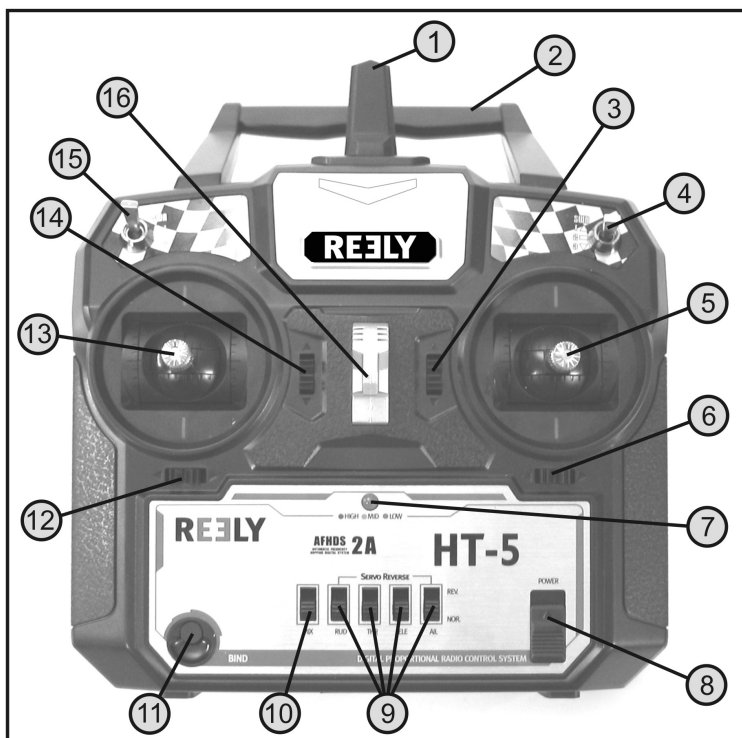

Figura 1
Dopo aver inserito le nuove batterie, accendere il trasmettitore con l'interruttore di funzionamento per eseguire un test diagnostico (vedere figura 1, pos. 8) Far scorrere la manopola di controllo dal basso (off) verso l'alto (on).
Il trasmettitore emette un breve segnale acustico e il LED verde (vedere anche figura 1, pos. 7) inizia a lampeggiare.
Il telecomando "HT-5" è provvisto di un trim digitale sensibile nel quale i primi quattro canali di comando, avente ciascuno un tasto di trim (vedere figura 1, pos. 3, 6, 12 e 14), possono essere regolati individualmente.